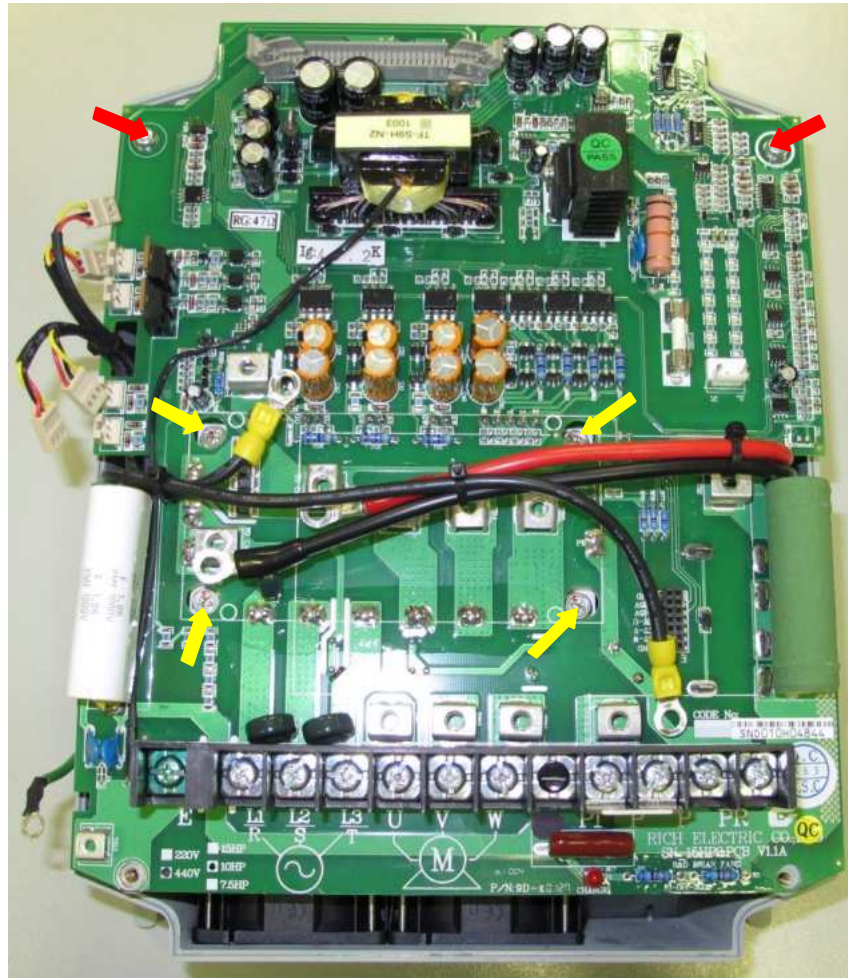

Рис. 6.9
6.6.4. Выкрутить четыре винта крепления матрицы IGBT (рис. 6.9, желтые стрелки), два винта крепления платы драйверов (рис. 6.9, красные стрелки), демонтировать силовую часть (плату драйверов вместе с матрицей IGBT). Положить силовую часть и винты в тару.
7.4.5. Провода вентиляторов, реактора, звена постоянного тока, провод заземления 2 пропустить в соответствующие пазы платы драйверов (рис. 6.9).
7.4.6. Прикрутить два винта крепления платы драйверов (рис. 6.9, красные стрелки).